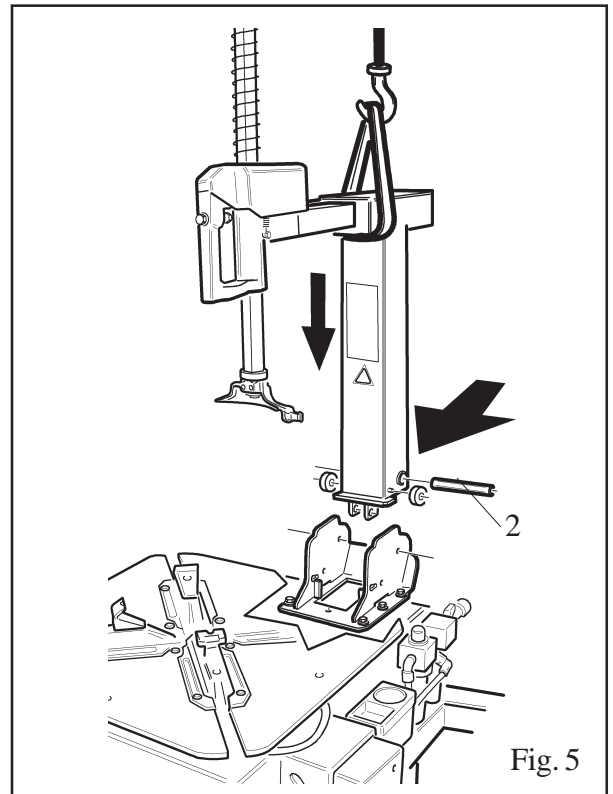

Fig. 5
Inserire il palo verticale nel supporto della carcassa infilandolo come indicato in fig. 5
Infilare il perno (2), la rondella (3) e la boccola conica (4) **serrare** la vite (1). Fig. 5/6
Insérer le bras vertical dans le logement sur le bâti, comme indiqué en fig. 5
*Den senkrechten Arm in die dazu bestimmte Stütze auf der Maschinengehäuse einfügen (siehe Abb. 5)*